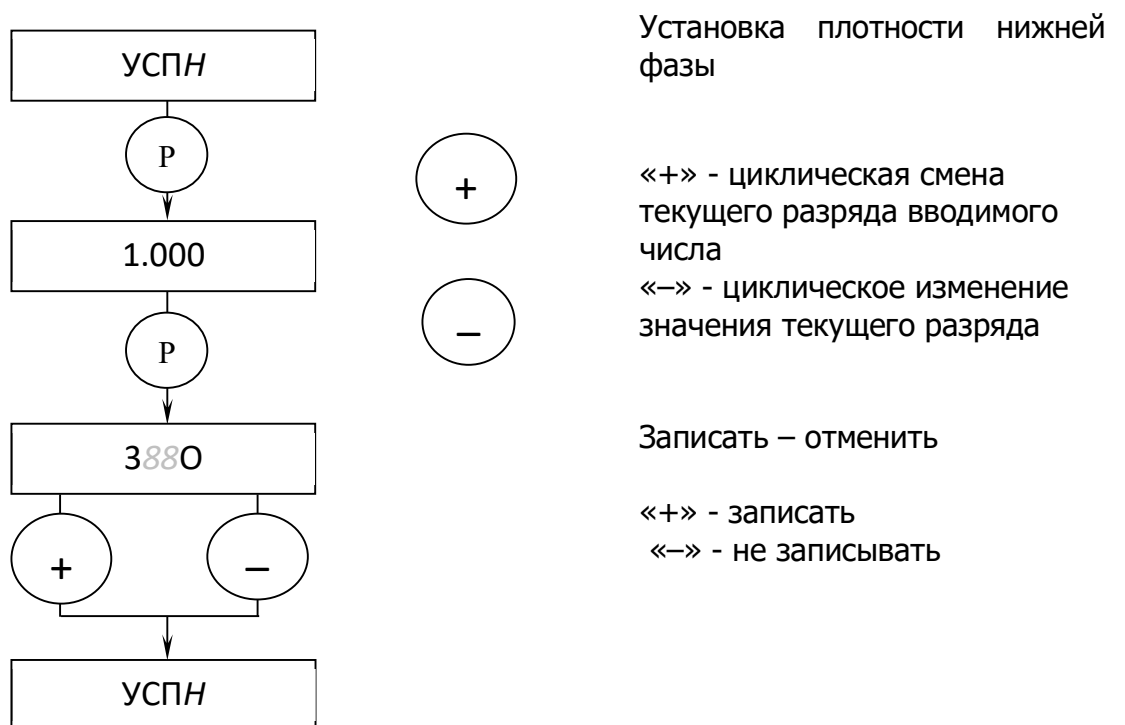

Рис. 28. Меню установки плотности нижней фазы среды
- нажмите кнопку «Р» для попадания в меню установки плотности нижней фазы среды (рис. 28);